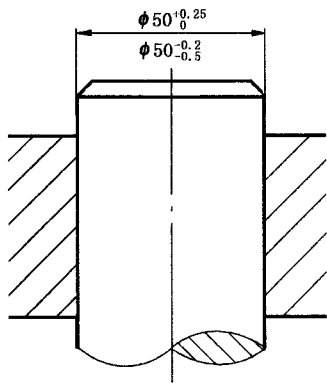
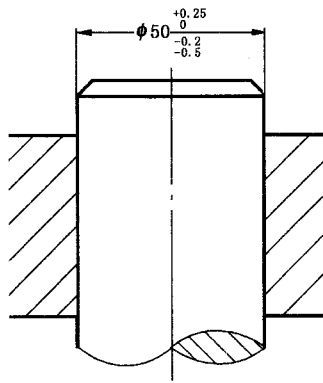

图 18 注出相配零件的极限偏差的注法(一)
图 19 注出相配零件的极限偏差的注法(二)
5.2 在装配图中标注相配零件的极限偏差时,一般按图 18 的形式标注:孔的基本尺寸和极限偏差注写在尺寸线的上方;轴的基本尺寸和极限偏差注写在尺寸线的下方。也允许按图 19 的形式标注。